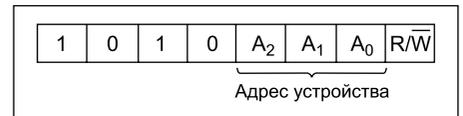

Рис. 5. Адресация ведомого устройства памяти
чтение (1) или запись (0) (рис. 5). Не забудьте, что линии SDA и SDL должны быть подтянуты через резистор к «лог. 1», поскольку соответствующие выводы в микросхеме устроены по схеме с открытым коллектором.